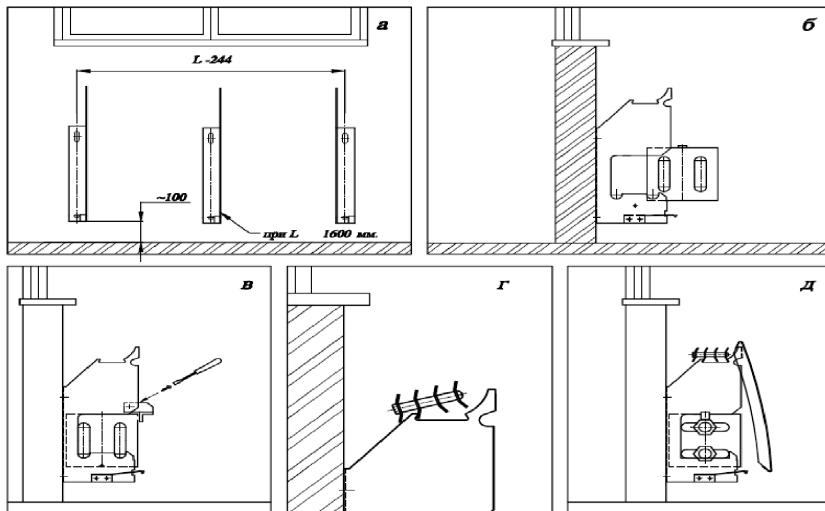

Рис.3
- 5.2. Разметить места установки кронштейнов. При этом следует учесть, что для оптимальной теплоотдачи расстояние между конвектором и полом, должно быть 100-120 мм, а между конвектором и подоконником не менее 100 мм. Расстояние между осями кронштейнов принимается равное L-244 (расстояние между осями кронштейнов с привинченной планкой между ними!), для конвекторов в соответствии с рис.1, 2. Если длина конвектора более 1600 мм, то он комплектуется третьим кронштейном, который устанавливается посередине см. рис.3а.
- 5.4. Установить нагревательный элемент на кронштейны в соответствии с рис.3б.
- 5.5. Установить между кронштейнами и закрепить планку винтами в соответствии с рис. 3в.
5.11. Установить решетку рис.3г.
5.12. Навесить лицевую панель зафиксировав её нижний край фиксатором кронштейна рис.3д.